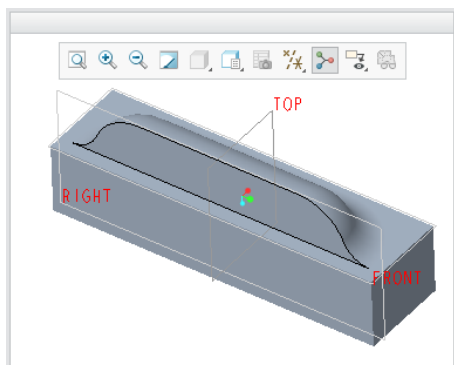
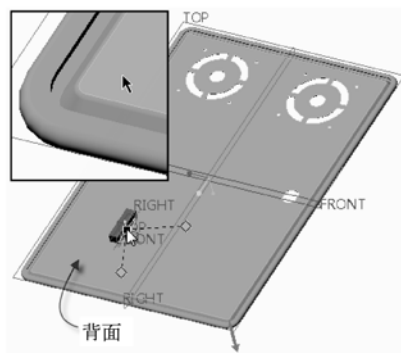

图 6-132 所选凸模模型
图 6-133 指定凸模放置参考
(1) 在功能区“模型”选项卡的“工程”组中单击“成型”→ (凸模) 按钮, 打开“凸模”选项卡。
(2) 在“凸模”选项卡的“凸模模型”下拉列表框列出在当前 Creo Parametric 会话中使用的所有凸模模型, 以及保存在凸模库中的标准凸模。从“凸模模型”下拉列表框中选择预定义的凸模模型 CLOSE_ROUND_LOUVER_FORM_MM。此时, 若在“凸模”选项卡中单击  (指定约束时在单独的窗口中显示元件) 按钮以在单独的窗口中查看该凸模模型效果, 如图 6-132 所示。
(3) 在“凸模”选项卡单击  (使用坐标系放置) 按钮, 以及单击  (继承副本) 按钮。
(4) 在“凸模”选项卡中打开“放置”面板, 在箱体门板(钣金件)背面指定放置参考以放置凸模, 如图 6-133 所示。选择放置参考时可翻转模型视角以显示钣金件背面。